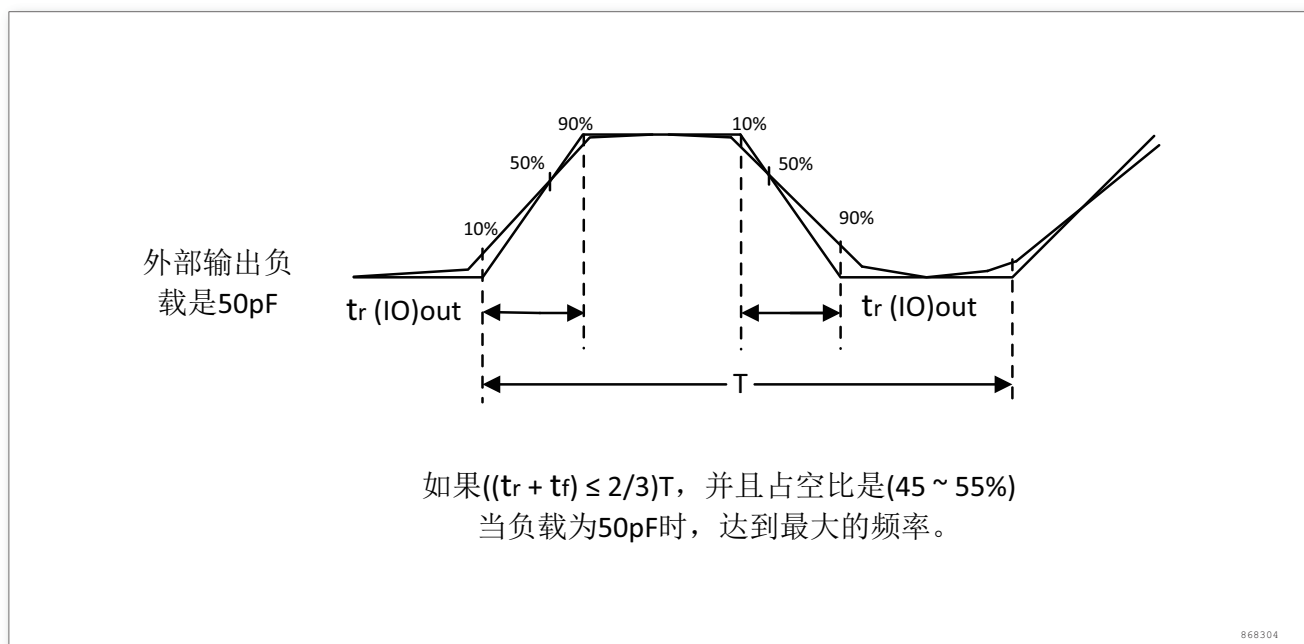

图 11. 输入输出交流特性定义
输入输出交流特性的定义和数值分别在图 11 和表 29 给出。
2. 最大频率在图 11 中定义。